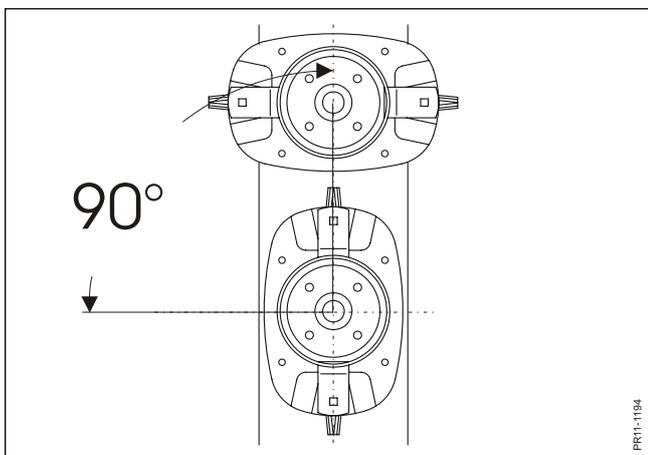

Fig. 5-11
- Fig. 5-11** Se I dischi sono stati smontati, devono essere rimontati rispettando un angolazione di 90° gradi tra loro.